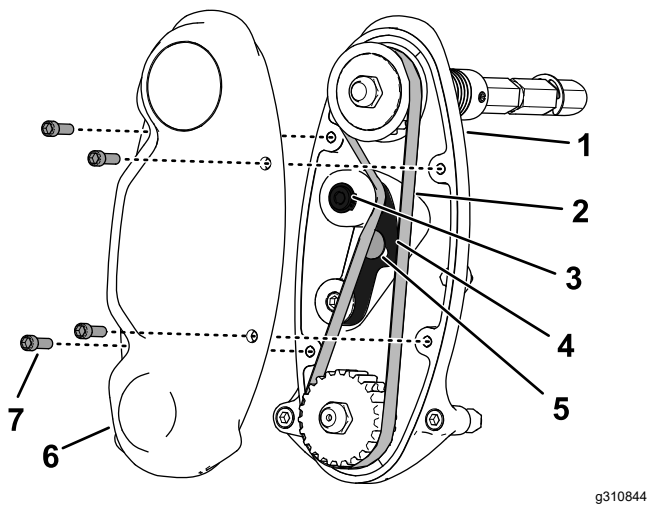

Рисунок 17
1. Зніміть кожух ремня, щоб отримати доступ до ремня (Рисунок 17).
- Ослабте болт натяжного важеля та поверніть натяжний важіль (Рисунок 17), щоб послабити натяг ремня.
- Зніміть ремінь (Рисунок 17).
- Встановіть ремінь і натягніть його шляхом затягування внутрішнього шестигранника натяжного важеля з моментом 6–7 Н·м (55–60 дюйм-фунтів), як показано на Рисунок 17.